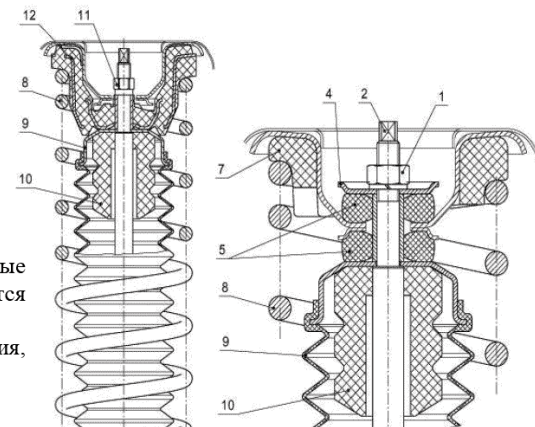

Рис. 2
Ограничитель хода отбоя, состоящий из шайбы (4) и подушки (5) (см рис. 2) предназначен для ограничения сил, возникающих при обратном движении колеса, и фиксирует на кузове предварительно подсобранный узел, состоящий из верхней опоры, пружины, кожуха, буфера сжатия и амортизатора.
5. Опустите автомобиль, подставив подставки 67.7822.9512 с опорами 67.7822.9532 под кронштейны рычагов подвески. Отверните гайки крепления амортизаторов (1) к кузову и снимите шайбы (4) (см. рис. 2) и резиновые подушки (5).
7. Поднимая автомобиль на подъемнике, снимите амортизаторы с пружинами, отсоединив амортизаторы от рычагов подвески извлечением болтов (6).
8. Снять с кронштейна кузова резиновую прокладку пружины (7) (рис.2).
9. Снять со штока нижнюю подушку амортизатора (5), пружину (8), кожух с чашкой в сборе (9), буфер сжатия (10). Осмотреть состояние всех деталей. Детали имеющие дефекты заменить.
10. Установить на шток амортизатора буфер сжатия (10) и кожух защитный с чашкой буфера в сборе (9).